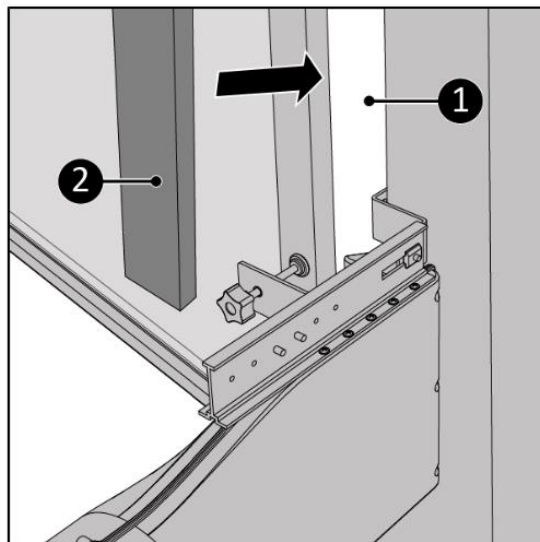

Figura 14.
17. Umpleți spațiile deschise (Figura 14, articolul 1) cu spuma izolatoare furnizată (Figura 14, articolul 2), sau tăiați spuma dacă este necesar.